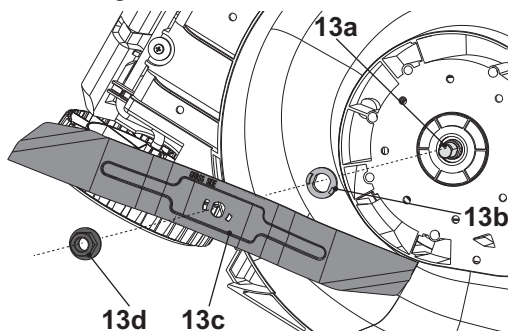

Fig. 18
1. Mantenga los bajos y la cuchilla de corte (13c) limpios y sin residuos. Retire los recortes del conducto trasero de descarga (19).
4. Afloje la tuerca hexagonal (13d) en sentido contrario a las agujas del reloj con una llave adecuada (tamaño 17 mm) y retírela junto con la cuchilla de corte (13c) (Fig. 18).